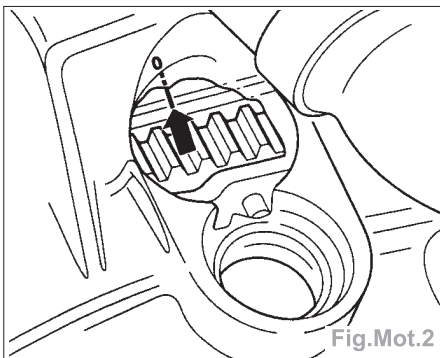

Fig.Mot.2
- Mettre le vilebrequin au repère de PMH (Fig.Mot.2).
- Amener le volant-moteur ou le disque d'entraînement au PMH du cylindre 1 (Fig.Mot.2).